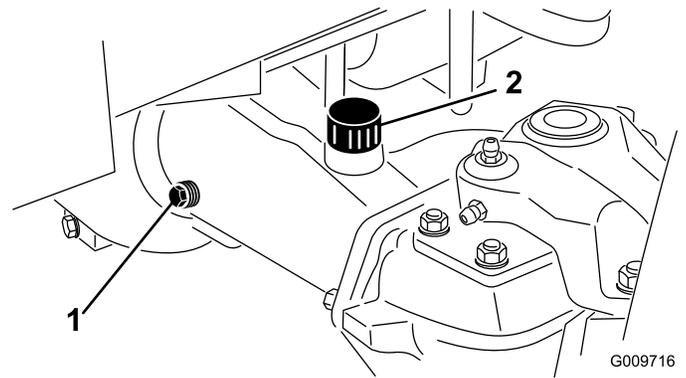

Figure 71
2. Enlevez un bouchon de contrôle à une extrémité du pont arrière (Figure 71) et vérifiez que le lubrifiant atteint la base de l'orifice. Si le niveau est bas, enlevez le bouchon de remplissage (Figure 71) et ajoutez suffisamment de lubrifiant pour rectifier le niveau.